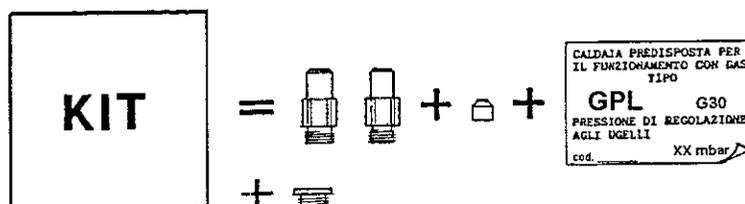

FIGURA 10 KIT PER IL CAMBIAMENTO DEL TIPO DI GAS
- La trasformazione della caldaia per la combustione con gas di una famiglia, a gas di un'altra famiglia, può essere eseguita facilmente anche con la caldaia installata. La figura 10 rappresenta i componenti del kit di conversione da METANO (G-20) A GPL (G-30, G-31)